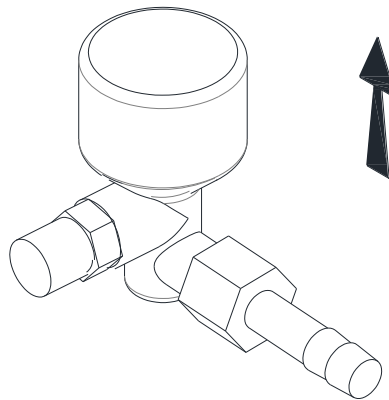

Abb. 10– Anti-Kipp-Sensor
- Vergewissern Sie sich, dass sich der Drehknopf in der Position "OFF" (ganz im Uhrzeigersinn) befindet (Abb. 10).